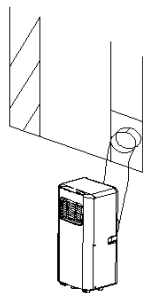

Fig. 5
- Come mostrato nelle figure 5 e 5a, installare il tubo di scarico e regolare correttamente la posizione della finestra.